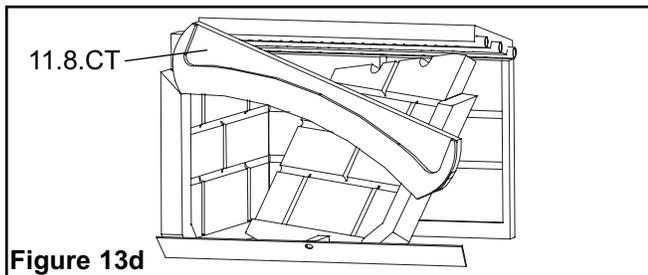

Figure 13d
6. Insérez la pierre en arche (11.8.CT) dans la boîte à feu selon l'orientation illustrée à la Figure 13d.